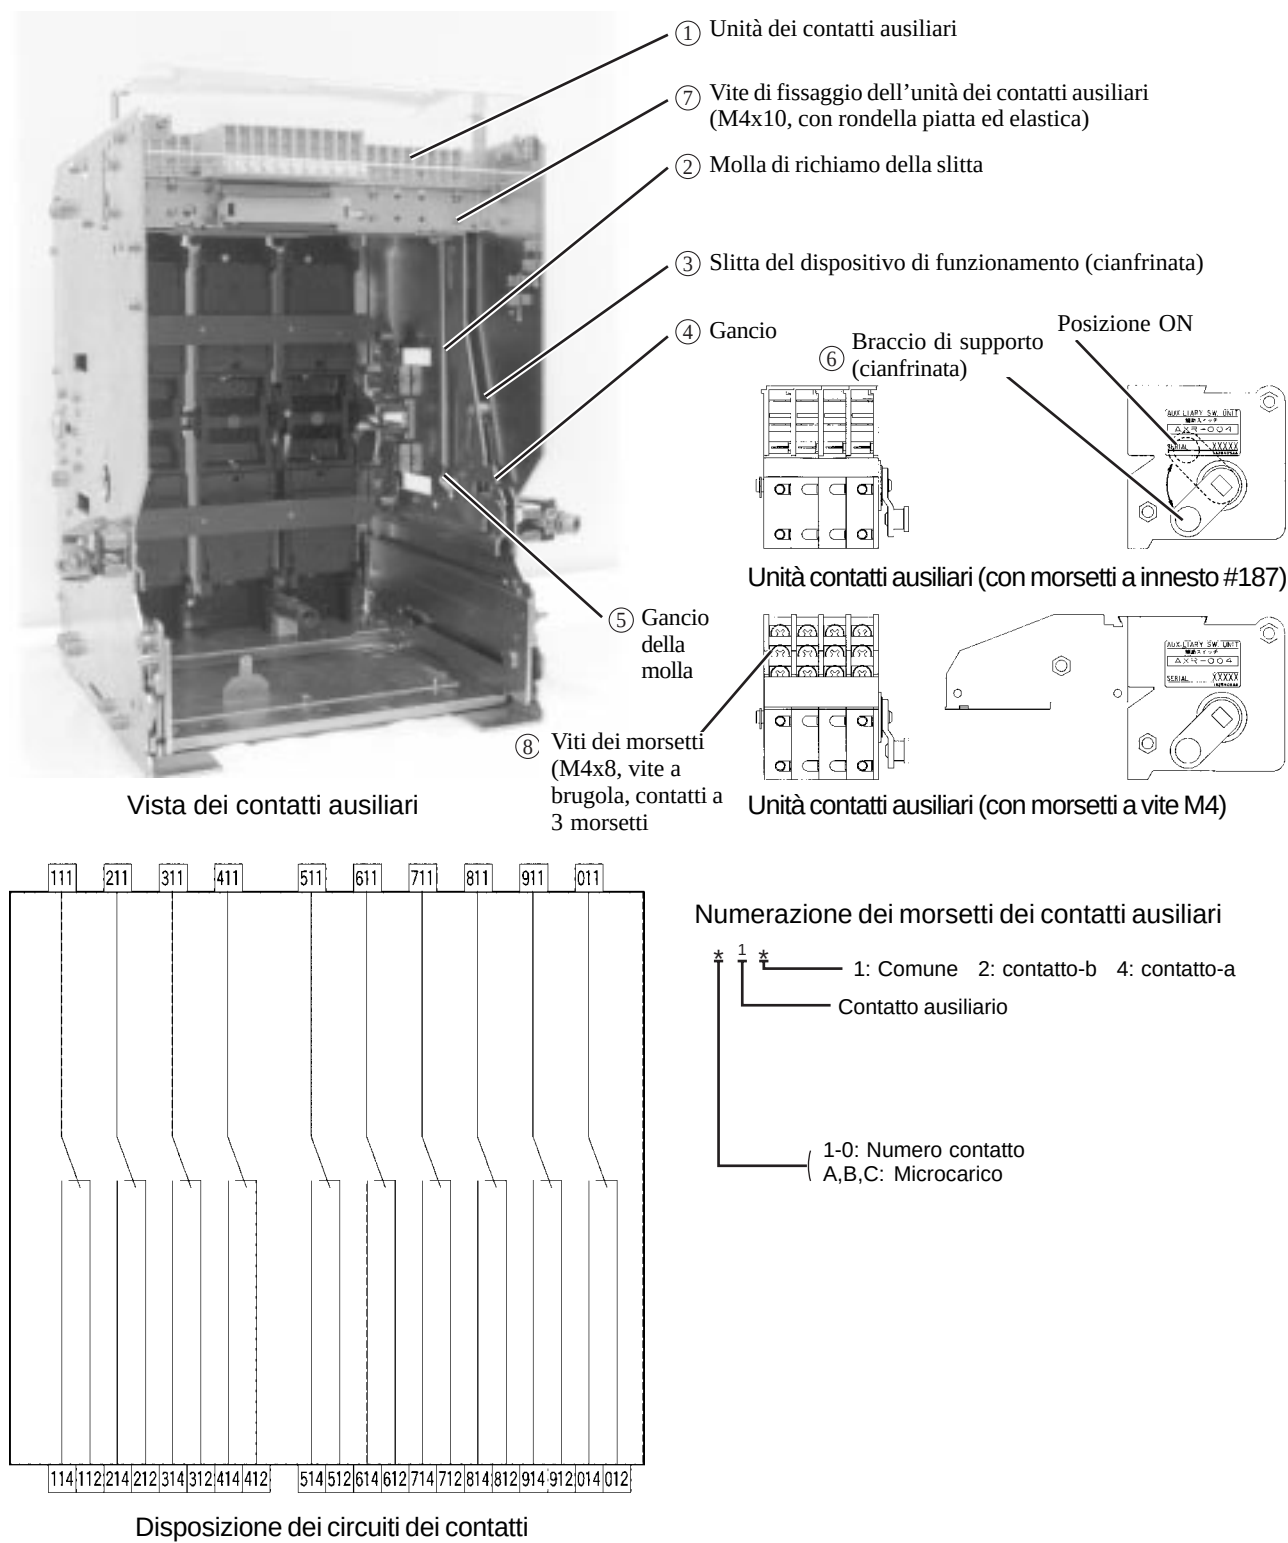

Fig. 29
Funzionamento	1. Rimuovere l'interruttore dal telaio. 2. Provare con un tester ogni contatto. 3. Spingere il gancio verso il basso (Fig. 29, ④) per sbloccare la slitta del dispositivo di funzionamento (Fig. 29, ③). Spostare la slitta del dispositivo di funzionamento verso l'alto e verso il basso per controllare la continuità di ogni contatto. ● Quando la slitta del dispositivo di funzionamento si sposta verso l'alto, si simula l'interruttore chiuso; il contatto-a deve risultare chiuso e il contatto-b aperto. ● Quando la slitta del dispositivo di funzionamento si sposta verso il basso, si simula l'interruttore aperto; il contatto-a deve risultare aperto e il contatto-b chiuso.
- 1) Rimuovere le quattro viti di fissaggio del gruppo dei contatti ausiliari (M4×10, con rondella piatta ed elastica) (Fig. 29 ⑦).
- 2) Spingere il gancio verso il basso (Fig. 29 ④) per sbloccare la slitta del dispositivo di funzionamento (Fig. 29 ③) e sollevare la guida.